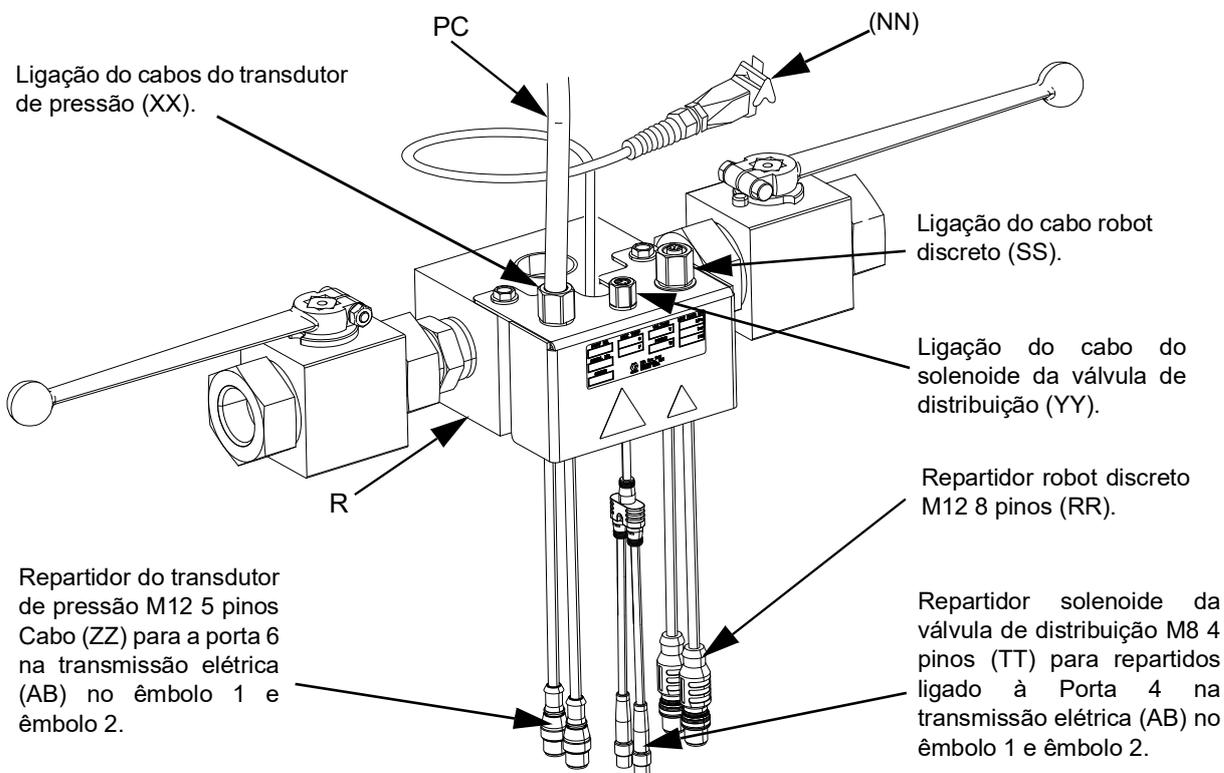

FIG. 29
1. Ao usar um sistema de abastecimento de êmbolo iQ simples, ligue o cabo do transdutor de pressão (PC) da válvula de distribuição (B) à porta 6 no motor elétrico (AB). Consulte **Conexões de comunicação do condutor elétrico** para êmbolos simples, na página 18.
- a. Ligue o cabo do transdutor de pressão (PC) da válvula de distribuição (B) ao repartidor do transdutor de pressão na válvula no bloco de tandem. Consulte a FIG. 29.
- b. Ligue uma extremidade macho do cabo repartidor M12 de 5 pinos do transdutor de pressão (ZZ) no bloco de tandem (R) à Porta 6 no motor elétrico (AB) no êmbolo 1. A segunda extremidade macho é ligada à porta 6 no êmbolo 2. Consulte **Ligações de comunicação do motor elétrico** para o **Êmbolo em tandem** na página 19.